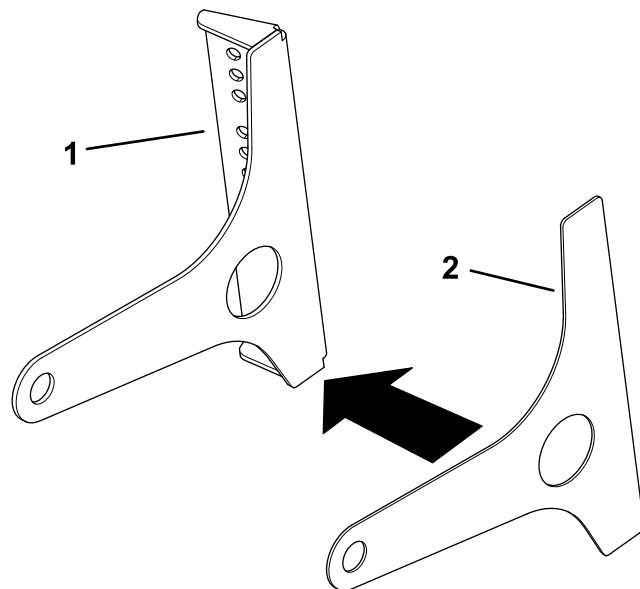

Figura 3
4. Pegue la junta del tirador al soporte del retrovisor (Figura 3).